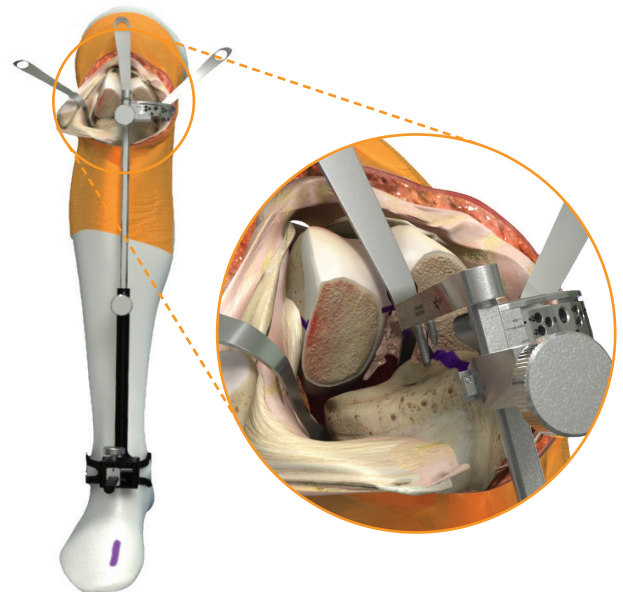

Figura 10
3. Coloque la Abrazadera de Tobillo distalmente alrededor del tobillo del paciente y a continuación impacte el clavo posterior de la Varilla de Fijación Tibial a la Huella del Ligamento Anterior Cruzado (LAC) para asegurar el armado. (Figura 10).
4. Alinee la Guía de Alineación Tibial Extramedular paralelamente con el Eje Tibial en los planos coronal y sagital. Gire el conjunto sobre el tercio medial de la tuberosidad tibial e impacte el clavo anterior de la varilla superior (Figura 10 y 10a).